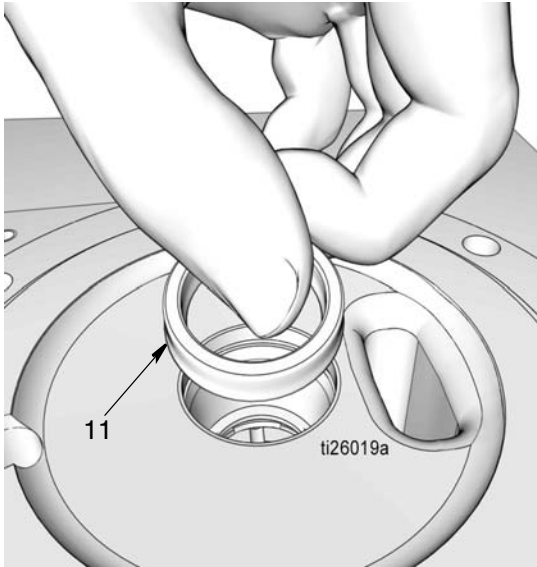

图 33
- d. 安装密封 (11)。确保密封的唇口朝下，如图 33 所示。